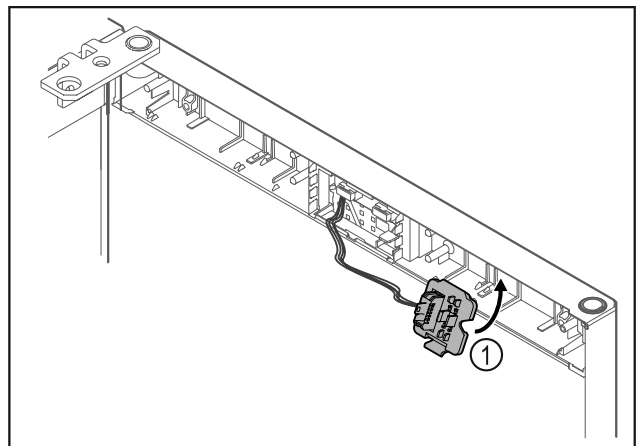

Fig. 22
- Accrocher le support de connecteur Fig. 22 (1) de l'autre côté.